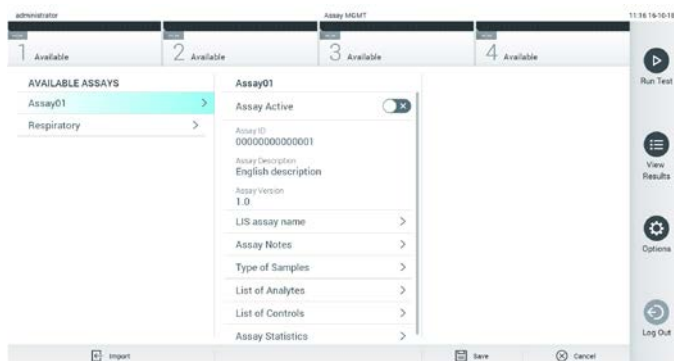

Abbildung 59: Bildschirm Assay Management (Assay-Verwaltung)
2. Drücken Sie zum Importieren des/der neuen Assay(s) in den QIAstat-Dx Analyzer 1.0 auf die Schaltfläche Options (Optionen) und dann auf die Schaltfläche Assay Management (Assay-Verwaltung). Im Inhaltsbereich der Anzeige wird der Bildschirm Assay Management (Assay-Verwaltung) angezeigt (Abbildung 59).